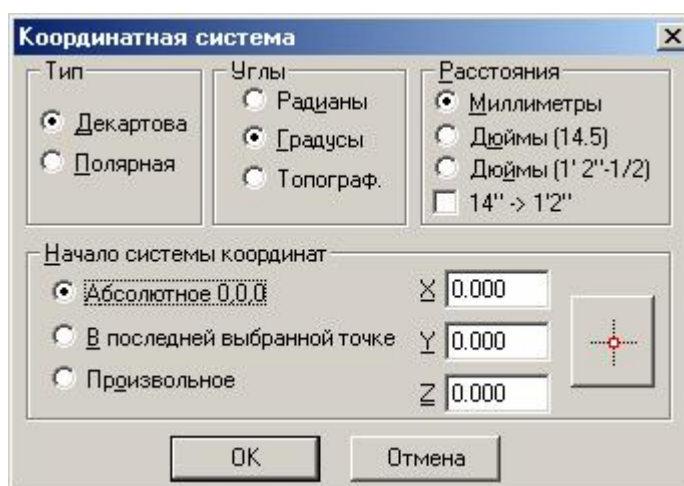

Рис. 87 Диалоговое окно инструмента
4. Установить необходимые параметры системы координат: **Тип** – Декартова, **Углы** – Градусы, **Расстояния** – Миллиметры, **Начало системы координат** – Абсолютное (0, 0, 0). Использовать для этого инструмент **Координатная система**  на панели **Установки редактора** (рис. 87). Данный инструмент можно также вызвать, нажав клавишу **F6**.